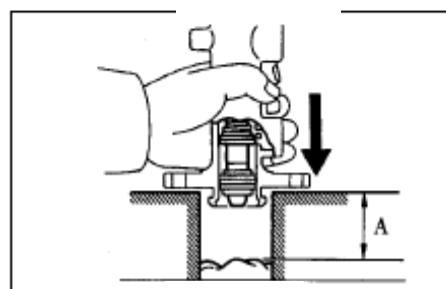

Рис. 262
- (6) Вытяните поршень контура №1, направляющую поршня, пружину, чашку и прокладку.
- (7) Поместите два блока и кусок ткани на рабочий стол. Поместите фланец главного цилиндра между блоками, как изображено на рисунке, и постукивайте по нему до тех пор, пока поршень контура №2 и пружина не выйдут из корпуса цилиндра(рис. 262).